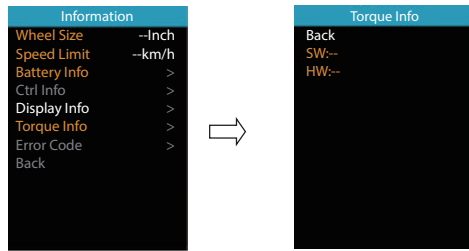

图 3-18 力矩信息
⑥力矩信息——进入“Information”菜单，力矩信息不可调，仪表界面显示力矩软硬件版本号，同时按下“加键”和“减键”退出到主界面或者通过“Back”→“Exit”退出到主界面。（软硬件版本号可能因为产品不同批次而改变，故用“--”表示。）如图 3-18 所示。